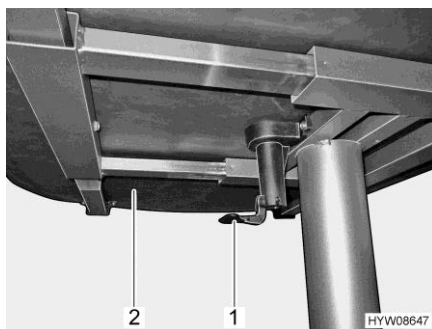

Fig. 77 Leva per spostare il piano del tavolo
- Tirare o spingere la leva (Fig. 77,1) verso il basso.
- Spingere il piano del tavolo (Fig. 77,2) nella posizione desiderata.